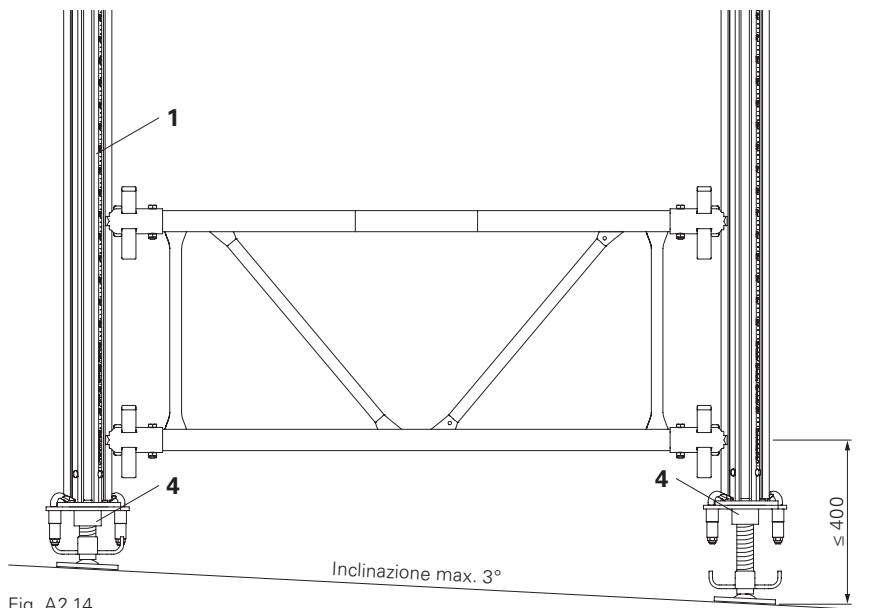

Fig. A2.14
La base regolabile MP MKF (4) con attacco a sgancio rapido è orientabile di 3° in tutte le direzioni. Ciò permette di installare i MULTIPROP MP (1) su piani inclinati. (Fig. A2.14)